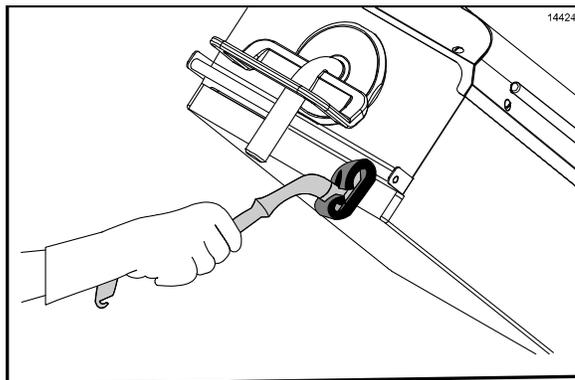

Figura 96
23. Use el soporte para fibra limpiadora de parrillas Kay para tallar el frente de las placas, comenzando con la placa derecha y terminando con la izquierda. (Vea la figura 96.)